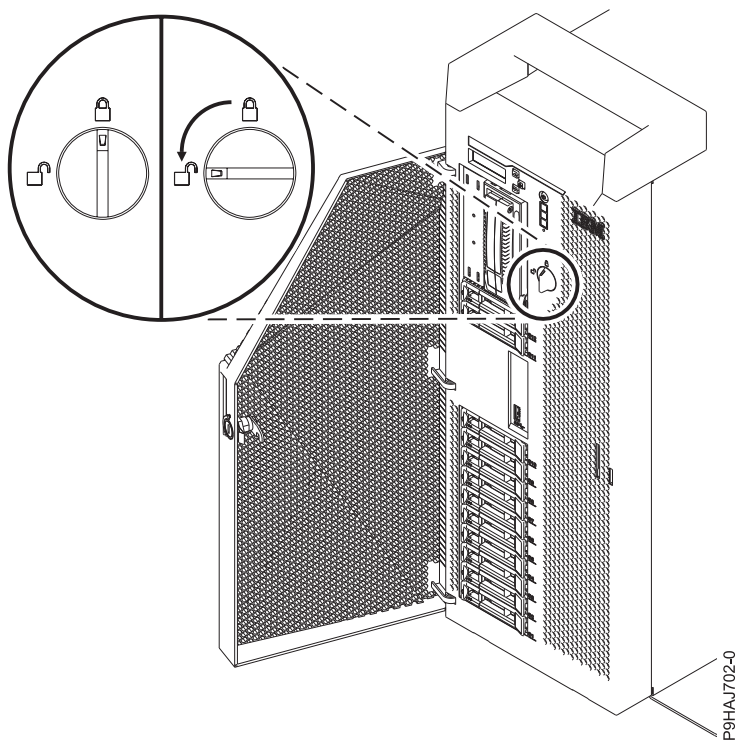

Figura 40. Apertura del pestillo de la cubierta frontal
3. Gire el pestillo de la cubierta hacia la izquierda (en el sentido de las agujas del reloj) para desbloquear la puerta, tal como se muestra en la Figura 40 en la página 65. En posición vertical está bloqueada, en posición horizontal está desbloqueada.